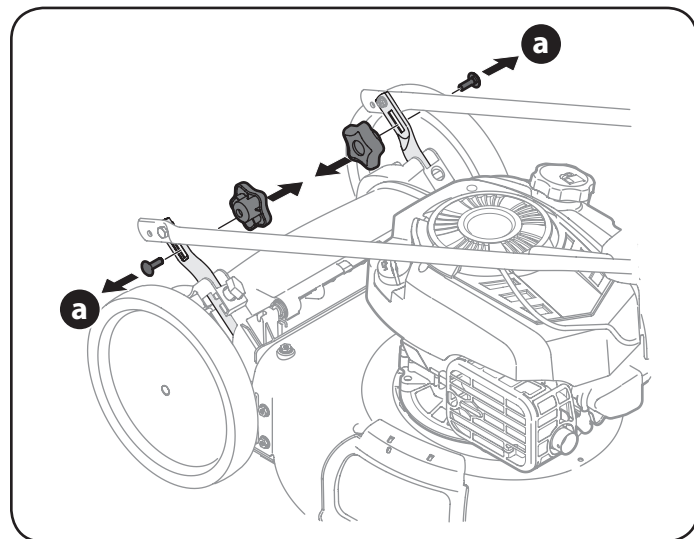

Figura 1
- a. Quite los tornillos y tuercas de mariposa transporte desde el mango como se muestra en la Figura 1. No afloje o quite los tornillos de cabeza hexagonal.